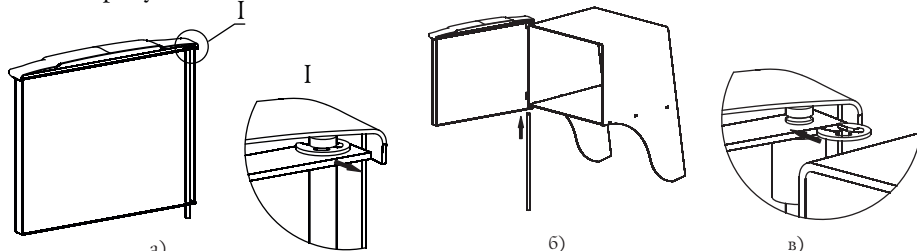

Рисунок 8. Установка дверцы при монтаже печи «Аврора».
1. Извлеките ось из дверцы, предварительно сняв упорную быстросъемную шайбу, рисунок 8.а;
3. Вставьте ось через отверстия снизу вверх, с расположением канавки под шайбу в верхней части оси, рисунок 8.б;
4. Установите упорную быстросъемную шайбу в канавку на оси, рисунок 8.в